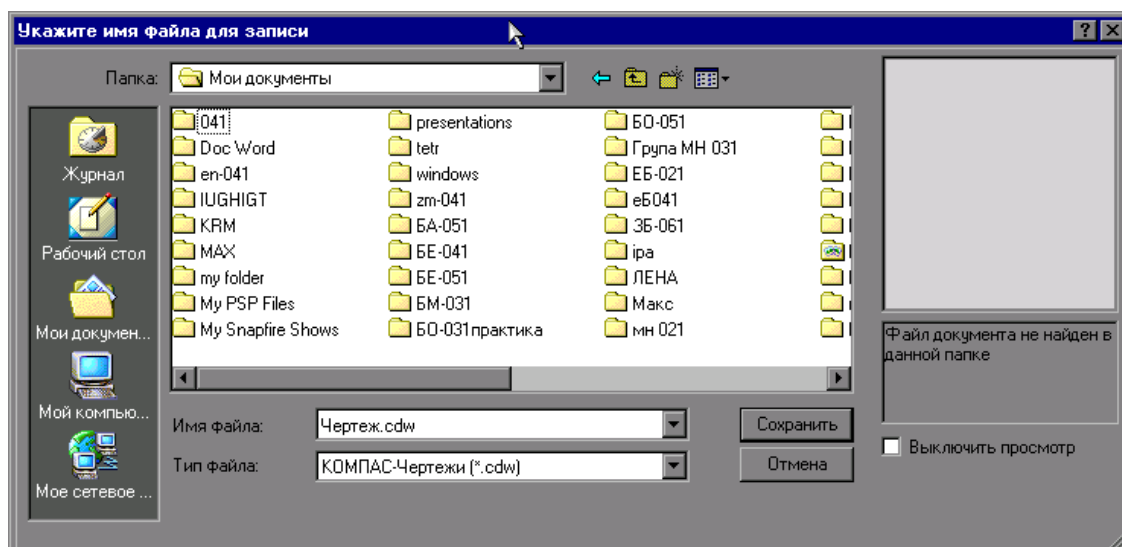

Рис. 2.1.8
10. У поле **Имя файла** введіть ім'я документа **Технологічна схема** і клацніть на кнопці **Сохранить** (рис. 2.1.8).